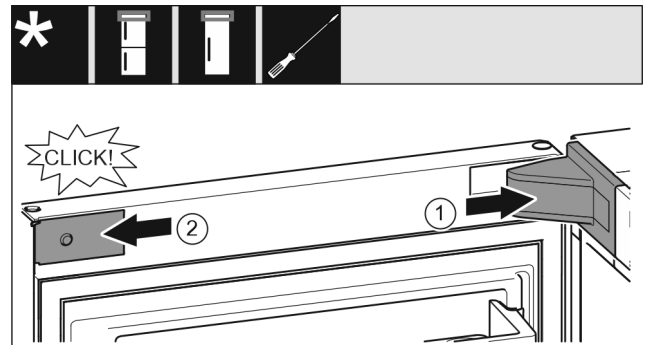

Fig. 18
- ▶ Coloque y encaje la cubierta del soporte de cojinete; dado el caso, separe con cuidado. Fig. 18 (1)
- ▶ Coloque y encaje lateralmente el panel. Fig. 18 (2)